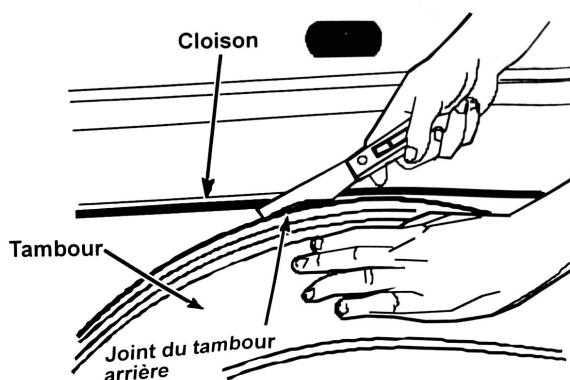

Figure 2
9. Tourner le tambour à la main d'un tour complet (à gauche) en s'assurant que le joint arrière repose bien en haut du rebord de la cloison, et non pas dessous. Voir la Figure 2.